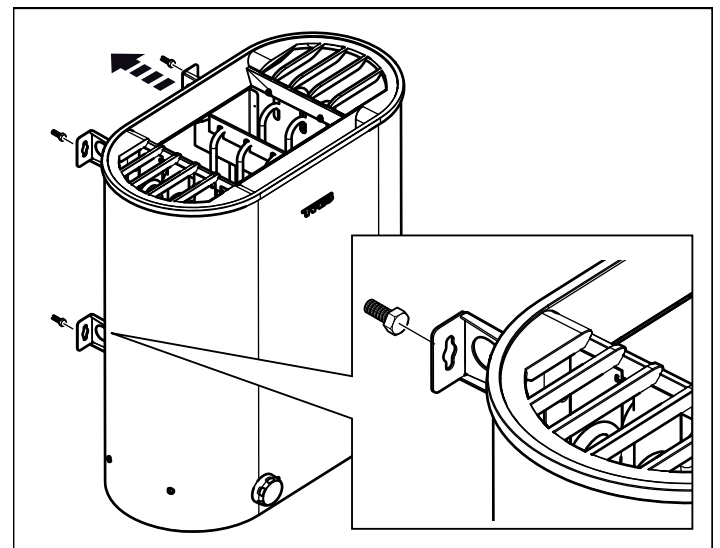

Abb. 9: Aufhängen des Ofens
7. Hängen Sie den Ofen an den Schrauben auf, siehe Abb. 9, Seite 11.